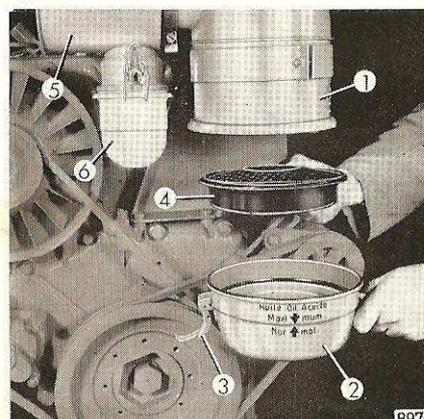

Fig. 17
## 4. Le filtre d'air à bain d'huile (Fig. 17, page 12)
**B2** Vérifier et nettoyer le filtre d'air à bain d'huile toutes les 10 à 60 heures de service, selon que le travail a eu lieu en air plus ou moins poussiéreux, mais seulement lorsque le moteur est arrêté depuis une heure au moins, afin que l'huile ait eu le temps de bien s'égoutter du filtre 1 (fig. 17) dans le pot 2. Défaire maintenant les fermetures rapides 3, après quoi on peut enlever le pot 2. On défait aisément la partie inférieure 4 du filtre d'un coup latéral de la main. Vider l'huile boueuse ou épaisse et nettoyer les parties détachées du filtre avec du gasoil. Lorsque le filtre 4 est bien égoutté, on remplit à nouveau le pot avec de l'huile à moteurs neuve jusqu'au repère de niveau d'huile (voir pointes de flèche) et on peut le remettre en place en même temps que le filtre nettoyé 4.